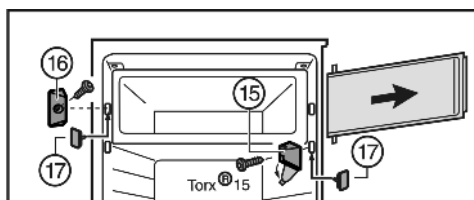

Fig. 6
- ▶ Kryt na stojanu ložiska Fig. 6 (15) vyklopte.
- ▶ Stojan ložiska Fig. 6 (15) odšroubujte s dvířky příhrádky.
- ▶ Uzávěr Fig. 6 (16) odšroubujte.
- ▶ Uvolněné otvory uzavřete příloženými zátkami Fig. 6 (17).